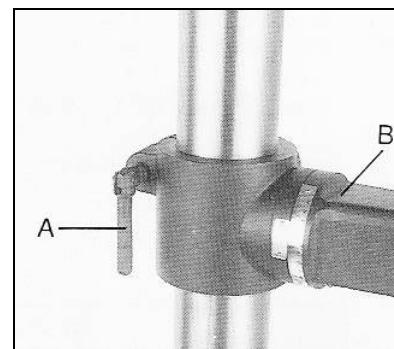

Fig 2
Den Klemmgriff (A, Fig. 2) in den Tischschlitten (B) einschrauben.